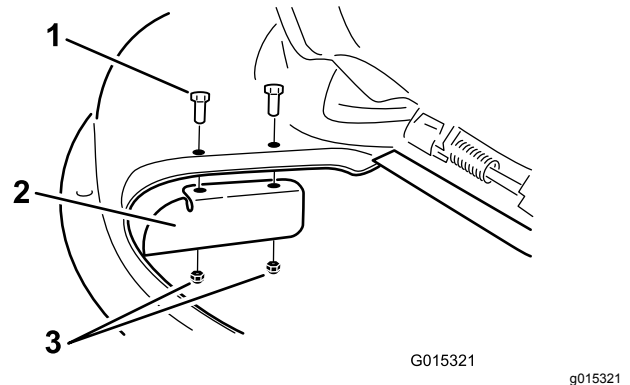

Figura 28
- Instale o abafador de corte na plataforma do cortador (Figura 28).
3. Retire o abafador de corte da plataforma do cortador (Figura 28).